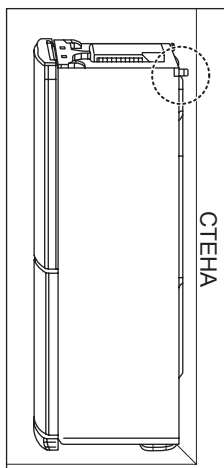

Рис. 2. Установка холодильника к стене
5. Холодильник не является встраиваемым. Сверху, с задней и боковых его сторон должно быть свободное пространство не менее 5 см для циркуляции воздуха и снижения энергопотребления, рис. 2.